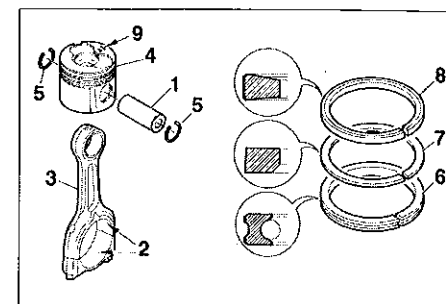

FIG.49
- Effectuer l'assemblage de chaque ensemble bielle-piston, en huilant les axes (1) et le demi-coussinet (2) dans la tête de bielle (3). Utiliser des joncs d'arrêt neufs (5) (Fig.49).
- Monter les segments huilés sur les pistons en commençant par le segment raqueur (6) puis celui d'étanchéité (7) et enfin le segment coup de feu (8) en plaçant les marquages "Top" vers la tête du piston. Tiercer les segments à 120°, en les décalant par rapport à l'axe de piston et à la coupe du segment raqueur (Fig.49).